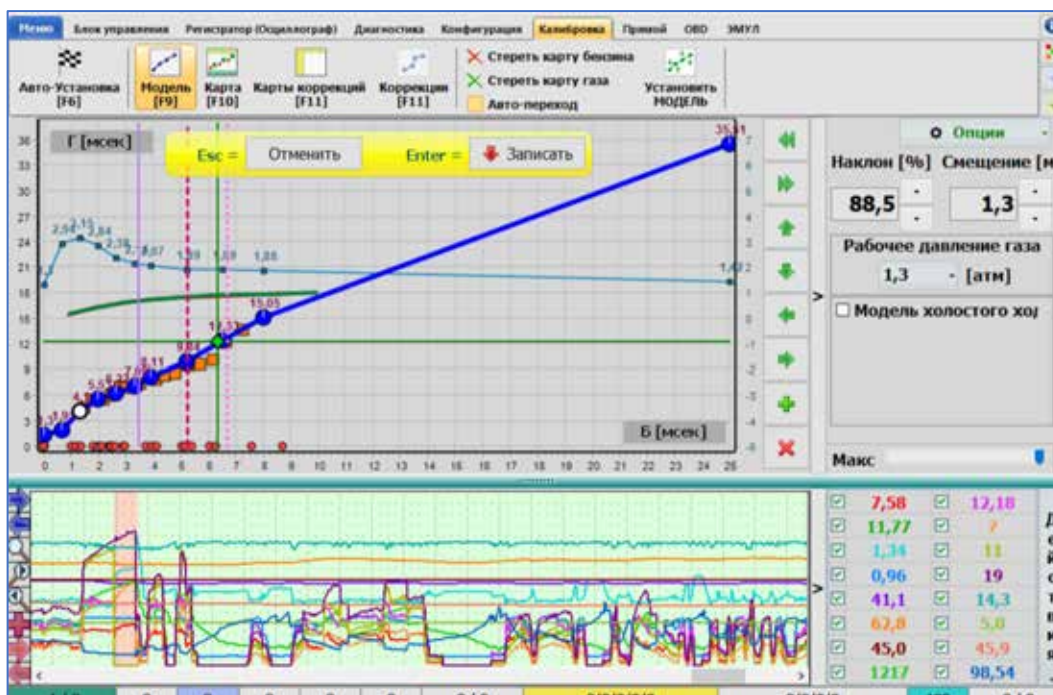

Рис. 2.100 Перекрывающиеся бензиновые и газовые карты
9. Повторите процедуру для достижения полного охвата точек карты газа и бензина (Рис. 2.100).